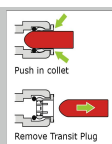

Fig. 1
- Remova todos os tampões de transporte da parte traseira da unidade (Fig. 1)